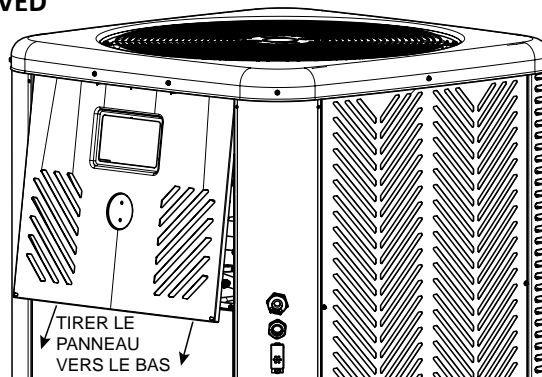
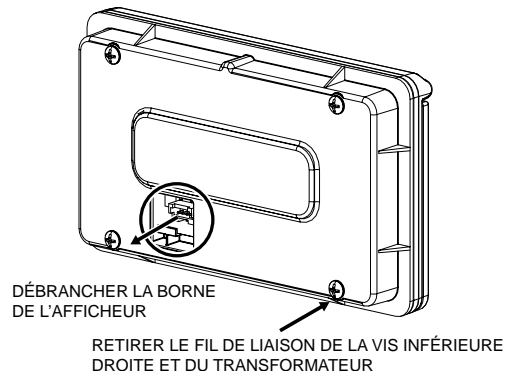

Figure 126. Détacher le panneau avant
Figure 127. Retirer le câblage de l'afficheur
3. Pour retirer le panneau avant, tirez la partie inférieure du panneau vers le bas et vers l'extérieur, puis débranchez le fil relié à l'arrière de l'interface utilisateur. Le panneau peut maintenant être retiré. Voir Figure 126 et Figure 127.